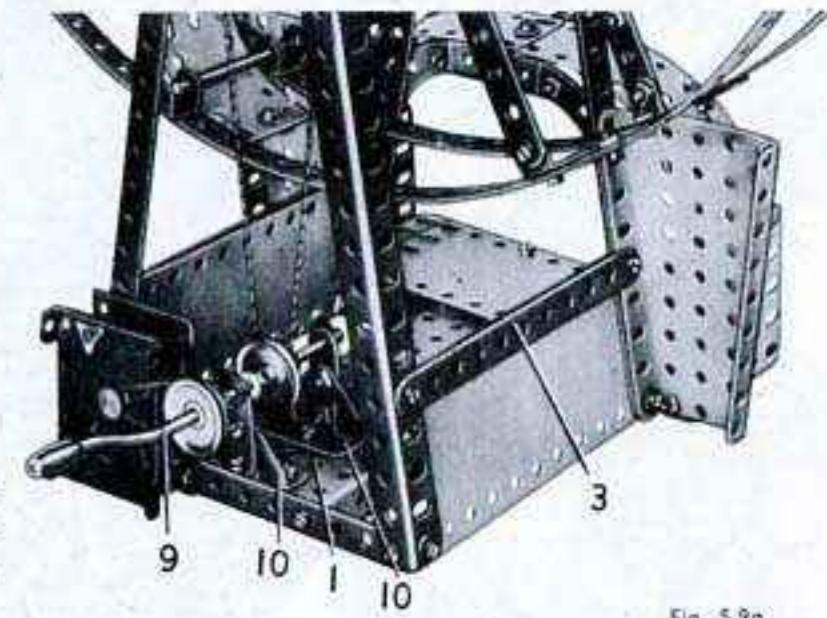

Fig. 5.9a
Un moteur mécanique Magic, boulonné sur la base, entraîne une poulie de 25 mm. bloquée sur la manivelle (9). Cette dernière passe dans des bandes de 3 trous fixées à des embases triangulées coudees (10) boulonnées sur la plaque à rebords (1). Une poulie de 12 mm. à moyeu montée sur la manivelle est reliée par une corde à l'une des poulies (7). La poulie de 12 mm. à moyeu est fournie avec le moteur mécanique Magic ; elle est placée derrière la seconde poulie de 25 mm. que l'on voit sur la manivelle dans la figure 5.9a.